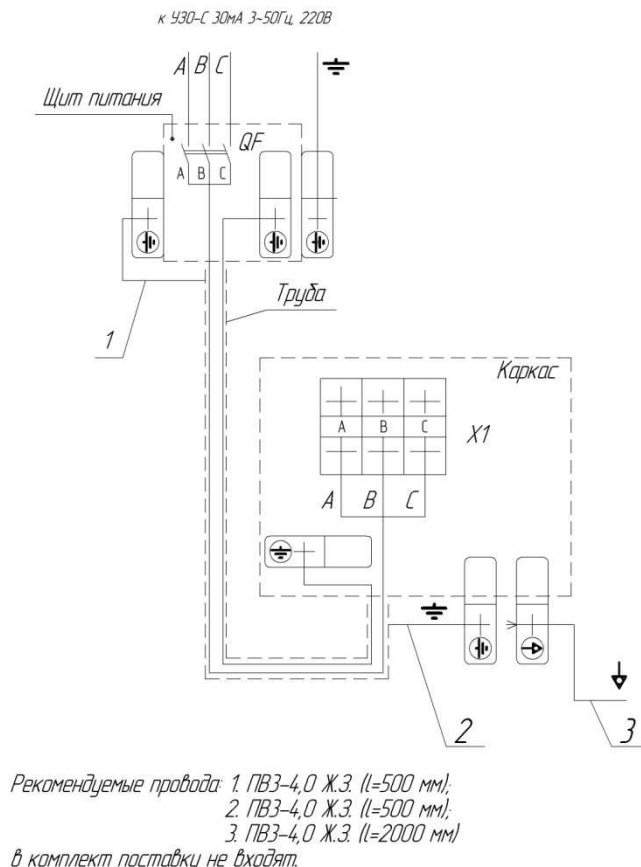

Рисунок 4. – Схема подвода кабеля питания и провода заземления
- произвести подвод кабеля через втулку в дне каркаса (вид сверху, рисунок 1; схема подвода кабеля, рисунок 4). Длина кабеля выступающего из труб должна быть не менее 400 мм;
- произвести подвод провода заземления к заземляющему кронштейну (главный вид, рисунок 1; схема подвода провода заземления, рисунок 4).